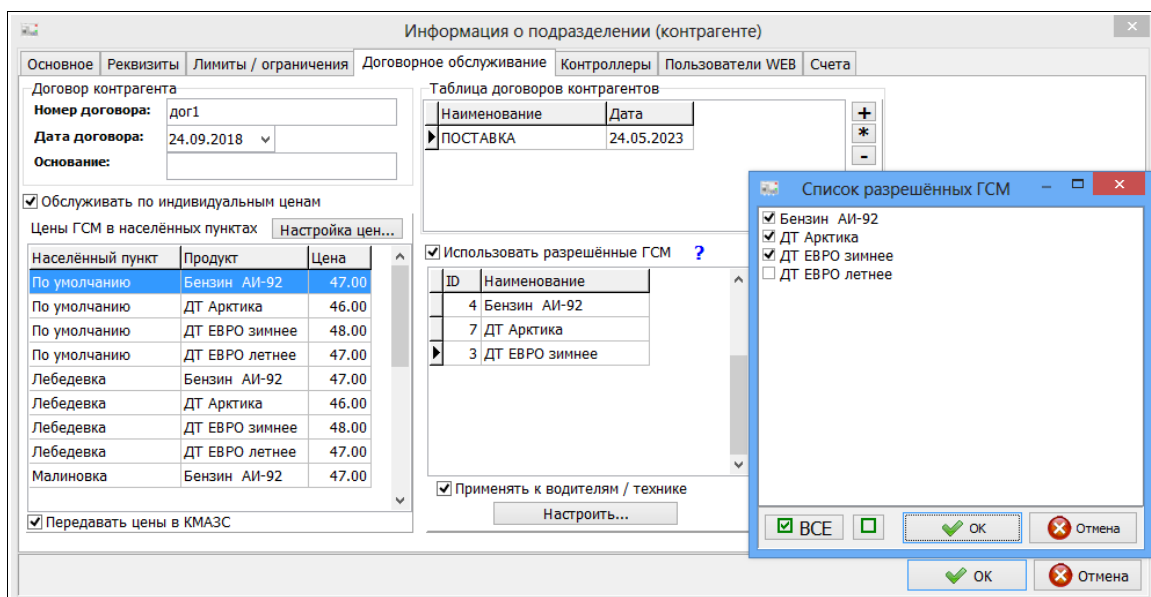

Рис. 18
4. При договорном обслуживании (коммерческом учете) доступен личный кабинет контрагента в **WEB-Офисе**. На закладке «**Пользователи WEB**» (рис.18)) задается список пользователей, которым разрешено строить отчеты через WEB (в личном кабинете WEB-Офиса). Для добавления пользователей нажмите «Добавить» и внесите данные (ФИО, логин, пароль и другие параметры (рис.18а)).
Рис.18а